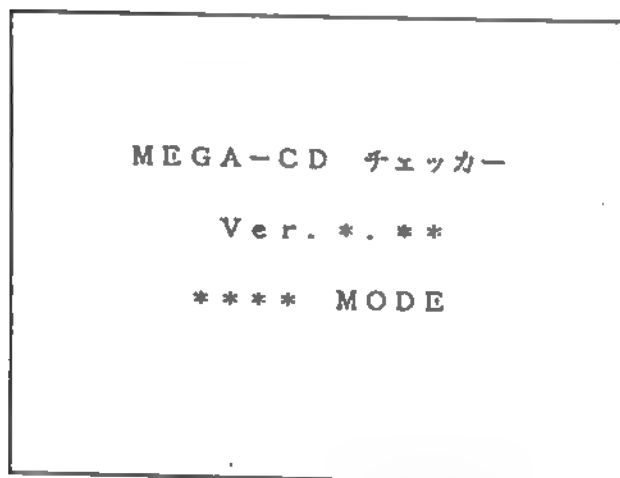
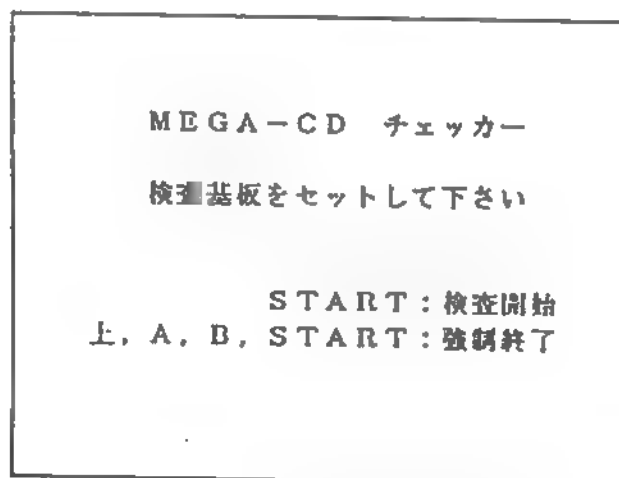
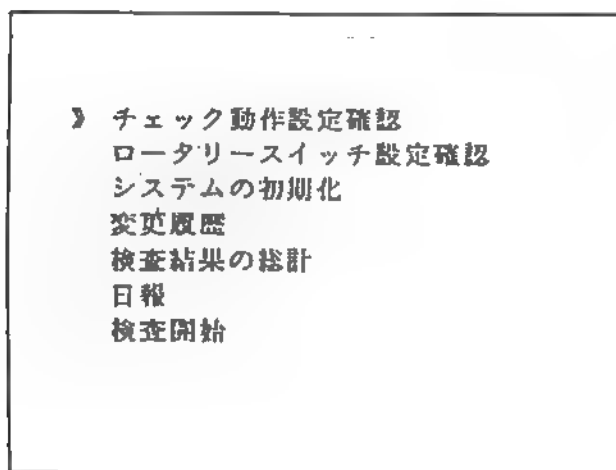
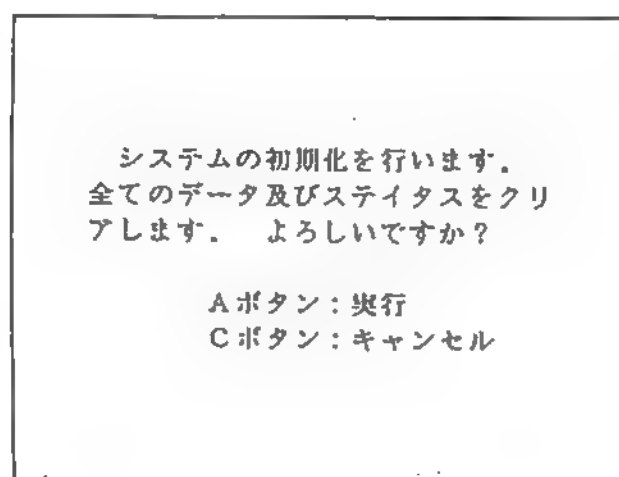

図5-1 バージョン表示画面
図5-2 検査開始画面
図 5-3 メニュー画面
図 5-4
- ① 2) セットアップの項目に従いCDチェッカーのシステムを組み上げて下さい。
- ② CDチェッカーのMAIN BD上のDIP-SW2の2をOFFにして下さい（但し、残りのスイッチは全てONにする）。
- ③ CDチェッカーの電源をONにして下さい。TV画面に“バージョン表示画面”（図5-1）が表示されしばらくすると“検査開始画面”（図5-2）になります。この時、コントロールパット（コントロールスイッチは使えない）の十字キーの上を押しながらAボタンを押して下さい。
- ④ 画面は、“メニュー画面”（図5-3）に替わります。コントロールパットの上下ボタンでカーソルを上下させ、“システムの初期化”の項目に合わせAボタンを押して下さい。
- ⑤ “システムの初期化を行います。・・・よろしいですか？”（図5-4）とメッセージが表示されます。この時、初期化を行う場合はAボタンを押して下さい。また、初期化を行わない場合はCボタンを押すことで、“メニュー画面”（図5-3）に戻りキャンセルすることができます。
注2) ⑦の項目でCDチェッカーの電源をOFFする際は、まず“メニュー画面”（図5-3）に戻しその後、Cボタンを押すか、カーソルを“検査開始”の項目に合わせAボタンを押して“検査開始画面”（図5-2）に戻してから電源をOFFして下さい。